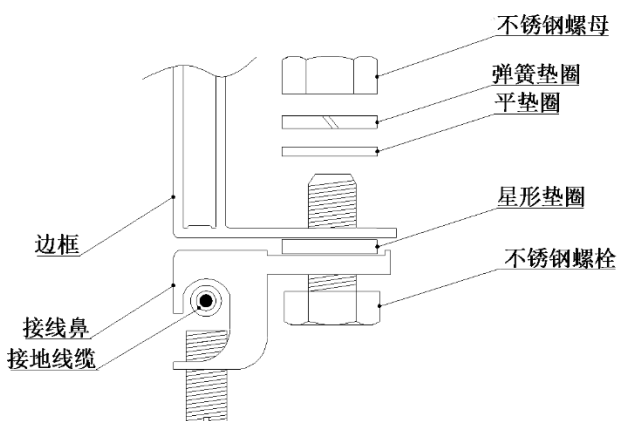

图24 接线鼻配合螺栓安装示意图
- 使用接线鼻配合螺栓安装：首先将接地电缆头剥线合适的长度，剥线过程中注意不要损伤金属线芯，并将剥过线的接地电缆线头插入接线鼻的插口内，再将紧固螺钉拧紧，使用不锈钢螺栓和连接件将接线鼻连接到铝边框上，安装示意图 24。